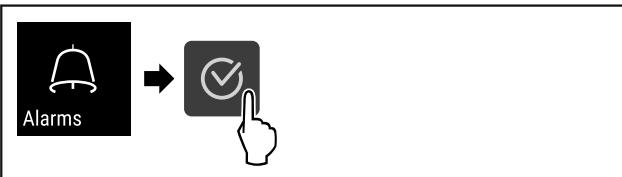

Fig. 96
- Изпълнете стъпките (виж Fig. 96).